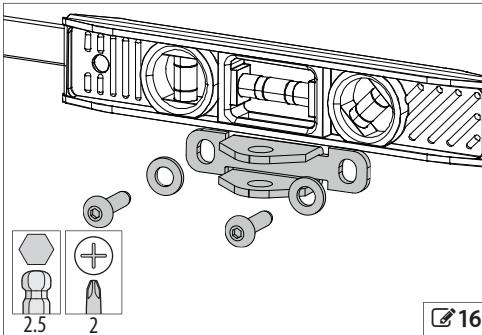

fig 16
1. Fixer la plaque de base horizontalement à la porte au moyen des vis et des rondelles fournies, au niveau des trous réalisés précédemment (fig 16).